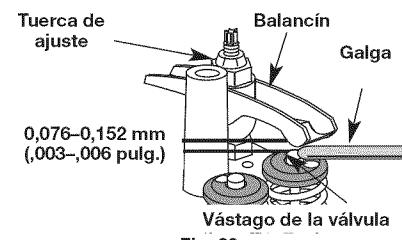

Fig. 29
7. Deslice la galga entre el brazo oscilante y el resorte de retorno de la válvula. Mida el huelgo entre el vástago de la válvula y el brazo oscilante (Fig. 29). Realice esto en las válvulas de entrada y de escape.
- Gire la tuerca de ajuste con una llave de 8 mm (5/16 pulgadas) o una guía de tuercas (Fig. 29).